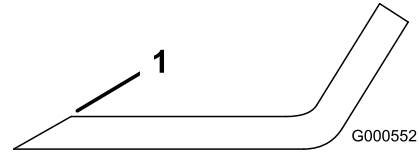

Figure 101
1. Au moyen d'une lime, aiguissez les tranchants à chaque bout de la lame (Figure 101).
**Remarque:** Si la lame est déséquilibrée, limez un peu l'extrémité de l'ailette seulement (Figure 101).